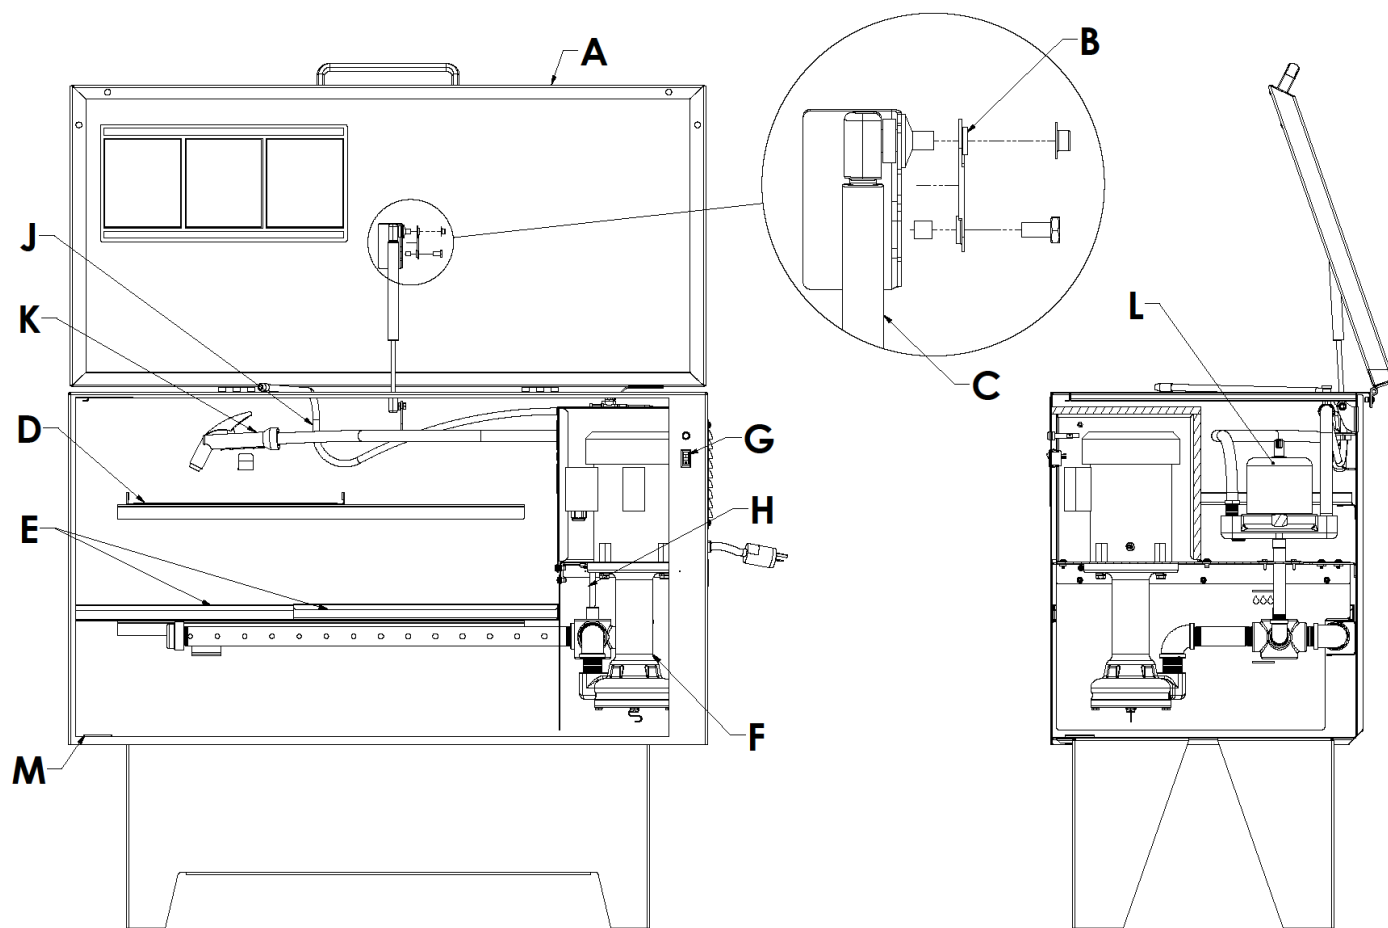

FIGURE 1
Ouvrir le couvercle de sécurité automatique (FIGURE 1 (A)) de PrintClean. Il se soulève simplement et facilement à une main. Il n'y a rien à brancher ou débrancher pour ouvrir ou fermer le couvercle.
Le couvercle de PrintClean est pourvu d'un ressort à gaz à deux voies (FIGURE 1 (C)) qui renferme aussi un lien fusible (FIGURE 1 (B)). Une fois ouvert, le mécanisme du couvercle soutient le couvercle à un angle légèrement incliné vers l'avant. Cet angle est nécessaire pour que le lien fusible puisse fonctionner dans l'éventualité peu probable d'un incendie dans la cuve. En cas d'incendie, le lien fusible fondra à 165 °F (74 °C), ce qui aura pour effet de fermer le couvercle et de réduire l'alimentation du feu en oxygène.
Chaque PrintClean est pourvu d'une tablette perforée (FIGURE 1 (D)) et de deux tablettes coulissantes (FIGURE 1 (E)) qui servent de barrière de franc-bord pour limiter les émissions de composés organiques volatils. La position la plus adaptée dépendra de vos besoins de nettoyage.
L'unité de pompage centrifuge (FIGURE 1 (F)) fournie avec PrintClean est un appareil robuste de qualité « machine-outil » qui apporte une grande aide dans le nettoyage des pièces. Elle est particulièrement utile pour faire sortir la graisse et la saleté ramollies après le trempage des pièces.
Pour activer la pompe et le système d'agitation de la cuve, mettre en position de marche l'interrupteur (FIGURE 1 (G)) qui se trouve à l'avant de PrintClean ou tourner la soupape pour obtenir de l'air. Le témoin lumineux vert devrait s'allumer, indiquant que la pompe est en marche. Sur tous les modèles, la petite soupape sur le tuyau en métal flexible (FIGURE 1 (J)) vous permet de couper l'alimentation vers le tuyau flexible et de diriger tout le liquide vers le tuyau de pulvérisation (FIGURE 1 (K)). Toujours diriger le jet dans la cuve de manière à éviter les éclaboussures. Ne jamais pointer la buse de pulvérisation sur quelqu'un. Sur les modèles 554 à 974, le sélecteur (FIGURE 1 (H)) se trouve à l'intérieur au fond à droite de la cuve. Le sélecteur permet d'utiliser le système d'agitation de la cuve uniquement, les tuyaux de rinçage et de pulvérisation ensemble, ou les trois en même temps. (non inclus avec l'unité HP)
Votre PrintClean est pourvu d'un filtre (FIGURE 1 (L)) qui comporte un élément collecteur à tamis réutilisable. Ce collecteur à tamis doit être nettoyé au moins une fois par semaine, plus souvent en cas d'utilisation intensive, afin de prolonger la durée de vie du liquide de nettoyage et accroître l'efficacité du nettoyage. Périodiquement, une cartouche de filtre à huile (voir la liste des pièces détachées ci-dessous) peut être placée dans la boîte du filtre à la place du collecteur à tamis. Le fait d'utiliser la pompe pendant quelques heures fera sortir plus de contaminants du liquide et prolongera sa durée de vie utile. (non inclus avec l'unité HP)